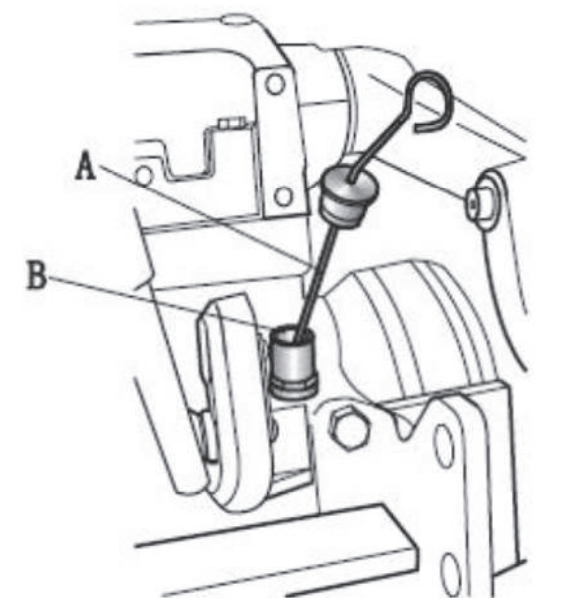

Fig. 5-27 Comprobación del nivel de aceite de la caja de transmisión y el elevador
Para verificar el nivel de aceite (consulte la fig. 5-27), estacione el tractor en un terreno plano y luego apague el motor. Baje el brazo del balancín a la posición más baja y luego verifique el nivel de aceite. El nivel de aceite debe estar por encima de la escala inferior de la varilla medidora y no exceder la escala superior de la varilla ⑨ medidora. Si el nivel de aceite no llega al fondo de la varilla medidora, llénela desde el . ⑨